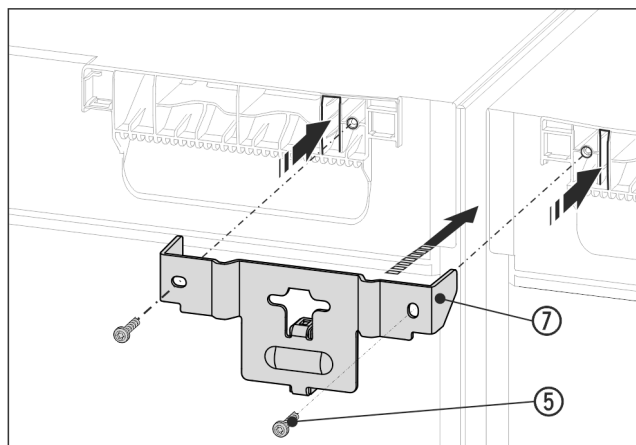

Fig. 15 Representación a modo de ejemplo
- Deslice la escuadra Fig. 15 (7) junto con la pieza distanciadora entre los aparatos introduciendo las solapas en el techo del aparato. Apriétela con los 2 tornillos Fig. 15 (5).